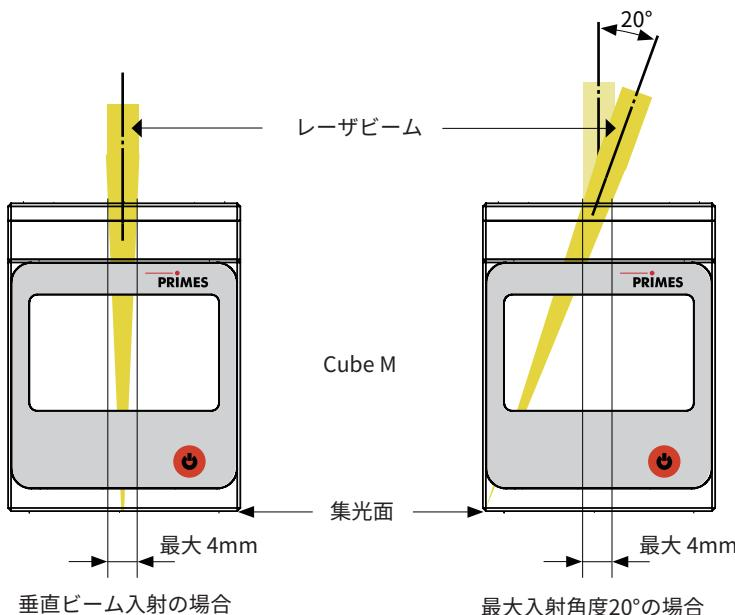

図8.1 レーザビームへのアライメント
Cube Mは、集光面の上側に配置されます(15ページの図8.1を参照)。レーザが集光してもレーザ入射時の許容パワー密度を超えていないことを確認してください。レーザの焦点位置は、デバイスの下端に配置する必要があります。
1. デバイスをレーザ光に合わせます。(15ページ8.2章と15ページ図8.1の説明を参照。)